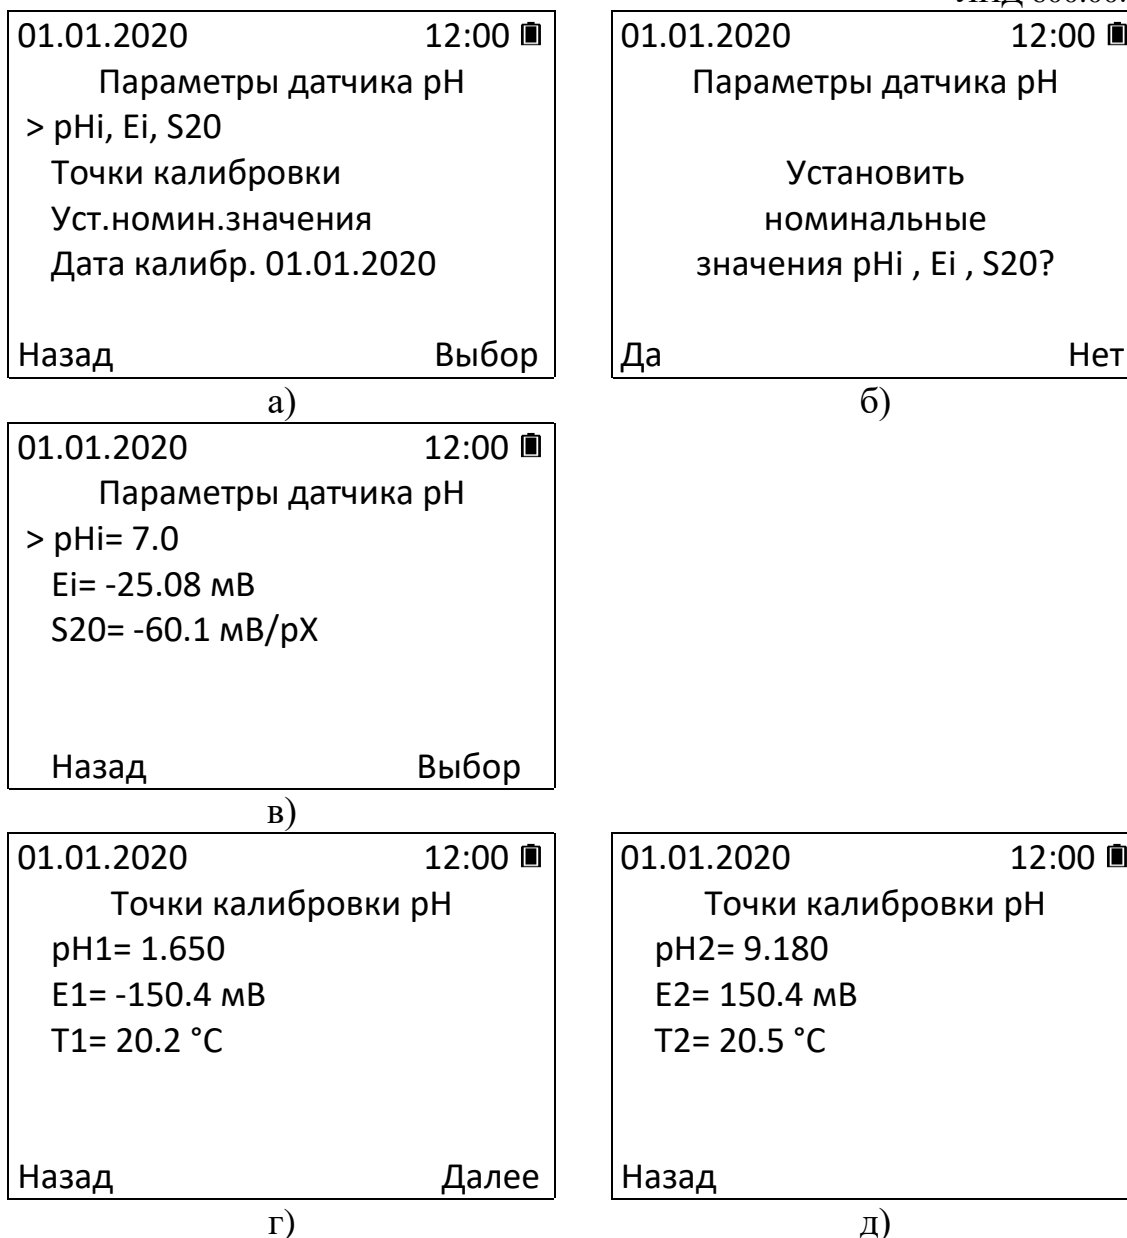

Рис. 10. Меню «Параметры датчика рН»
Меню «Параметры датчика рН» позволяет (см. рис. 10):
- просматривать и изменять действующие параметры датчика рН (см. рис. 10 в);
- просматривать точки калибровки датчика рН (см рис. 10 г, д);
- устанавливать номинальные значения параметров (см. рис. 10 е);
Перед первой калибровкой и при замене рН-электрода необходимо ввести параметры рНi и Ei (см. рис. 10 в). Для этого выберите параметр, который необходимо изменить, и нажмите кнопку «Выбор». Далее клавишами «вверх»/«вниз» установите номинальное значение применяемой модели рН-электрода.
Для установки действующих параметров рНi и Ei в номинальные значения выберите соответствующий пункт меню и нажмите кнопку «Выбор», затем на следующем экране нажмите кнопку «Да» для подтверждения или кнопку «Нет» для отмены (см. рис. 10 б).